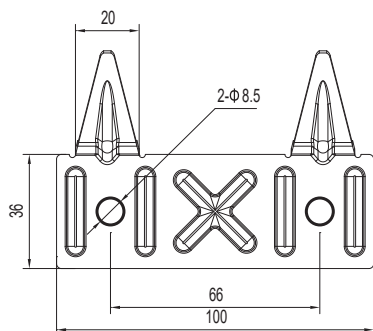
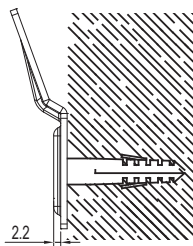

Figura 2
Figura 3
- ① Este termocalefón eléctrico debe ser instalado en una pared firme, sólida y nivelada que pueda soportar la carga igual a dos veces el peso del termocalefón totalmente lleno de agua. Si fuera necesario se puede emplear un soporte reforzado. En caso de que la pared tenga ladrillos huecos, asegurarse de llenarlos por completo con cemento antes de colocar el aparato.
- ② Después de seleccionar una ubicación adecuada, coloque el soporte en la pared. Siga los pasos mostrados. La fijación debe hacerse empleando tornillos y tarugos como se muestra en la Figura 3. La apariencia del soporte es la que aparece en la Figura 2.
- ③ Alinee las ranuras en la parte trasera del termocalefón con las 2 pestañas metálicas del soporte y proceda a fijar el producto. Compruebe que la colocación se ha completado intentando mover el calefón.